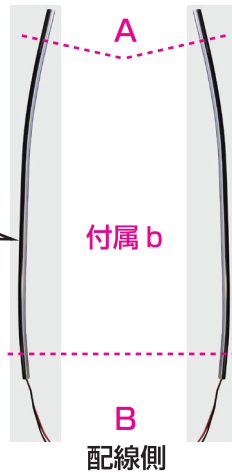

図 2
- 付属 b の両面テープの剥離紙を剥がし、図 1 A 部を図 2 の A 部へ、図 1 B 部を図 2 の B 部へそれぞれ差し込み、ガーニッシュの溝部へ付属 b を貼り付けて下さい。